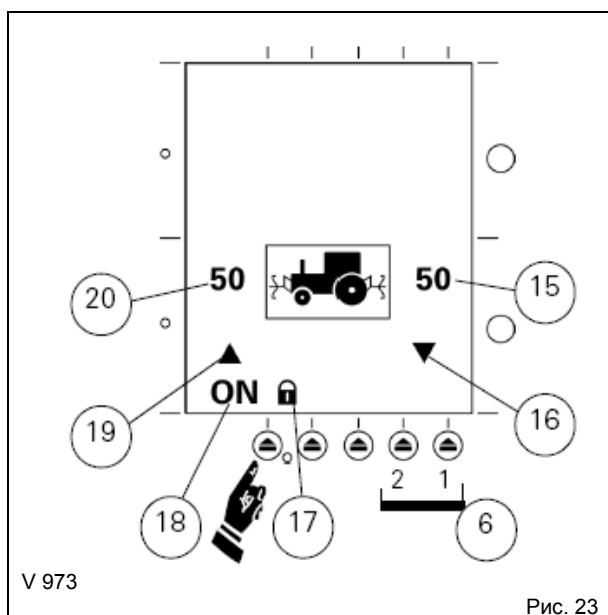

Рис. 23
7.5.4 Использование (рис. 23)
Поз С – D: Эта информация используется для адаптации глубины заднего оборудования к рабочему режиму. Чтобы выбрать одно из окон дисплея, используйте клавиши 6-1 и 6-2 (рис. 23).